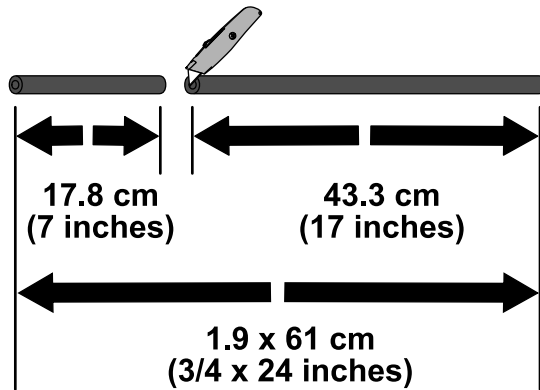

图4
- 从软管 1.9 x 61cm 端部起测量出 17.8cm 并标记该位置 图4。